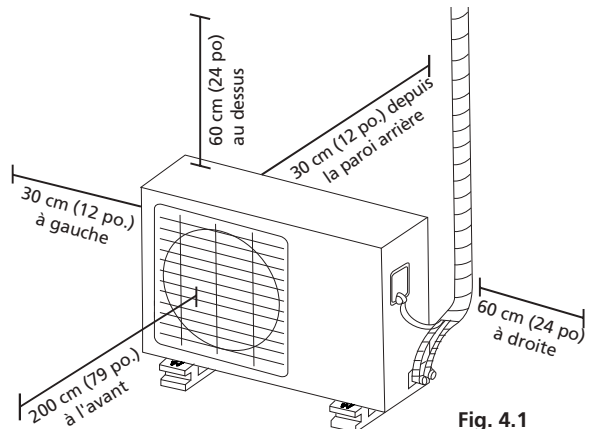

Fig. 4.1
- ☑ ils respectent toutes les exigences d'espace illustrées dans Exigences pour l'espace d'installation (**Fig. 4.1**) ;